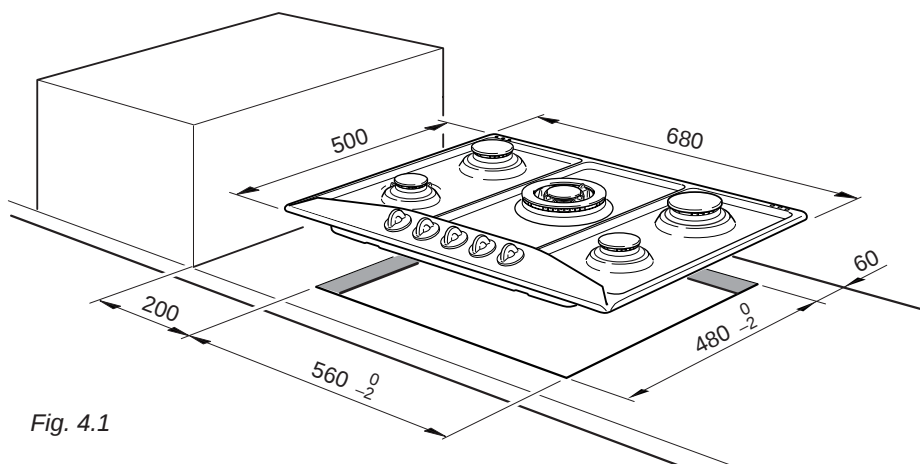

Fig. 4.1
Para empotrar la placa en el mueble es necesario efectuar una abertura con las dimensiones indicadas en la fig. 4.1 teniendo presente que:
- ✓ Cualquier pared al lado que sobresalga la placa debe estar a una distancia mínima de 200 mm (fig. 4.1).
- ✓ La pared detrás del placa de cocción debe estar a una distancia mínima de 60 mm (fig. 4.1).